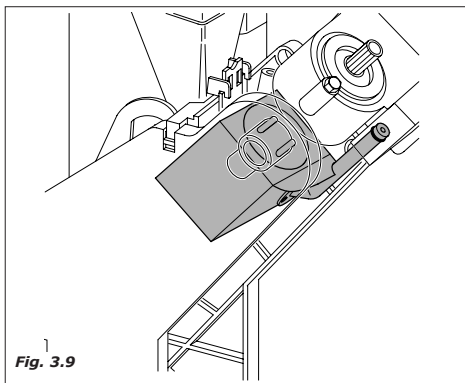

Fig. 3.9
- De nuevo se activa el motorreductor del grupo de café hasta llegar a la posición de reposo, (durante este movimiento se expulsa la pastilla de café utilizada) (Fig. 3.9).